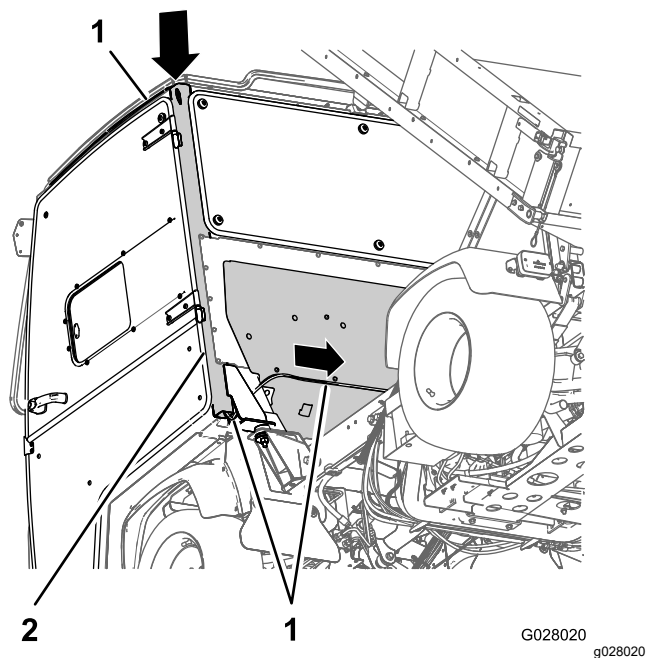

Рисунок 27
3. Проведите 2-гнездовой соединитель жгута проводов в отверстие в верхней части стойки В со стороны водителя на раме кабины и вниз через раму (Рисунок 27).